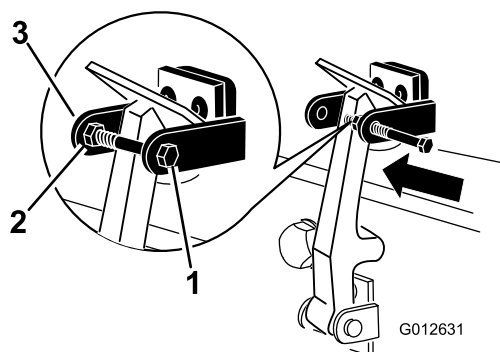

図 7
8. フードラッチブラケットのもう一つのアームにボルトを取り付けてラッチをロックする 図 7。ボルトをしっかり締め付けるが、ナットは締め付けない。